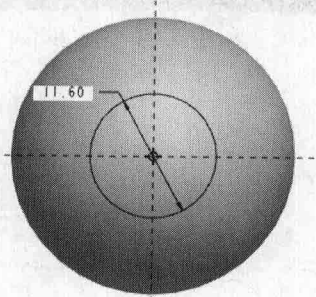
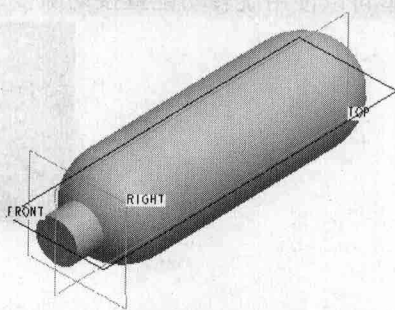

图1-4
图1-5
2. 在菜单栏中选择【插入】/【拉伸】命令，弹出【拉伸】操作面板。展开【放置】菜单并单击 **定义...** 按钮，选取基准平面 **right** 作为草绘平面，左向参考面为基准平面 **top**，单击 **草绘** 按钮进入草绘环境，绘制如图 1-4 所示的圆，单击 **✓** 按钮退出草绘环境。展开【选项】菜单，将【第一侧】设置为【到下一个】类型，将【第二侧】设置为【盲孔】类型，并输入深度为“6”，然后单击 **✓** 按钮创建实体，如图 1-5 所示。